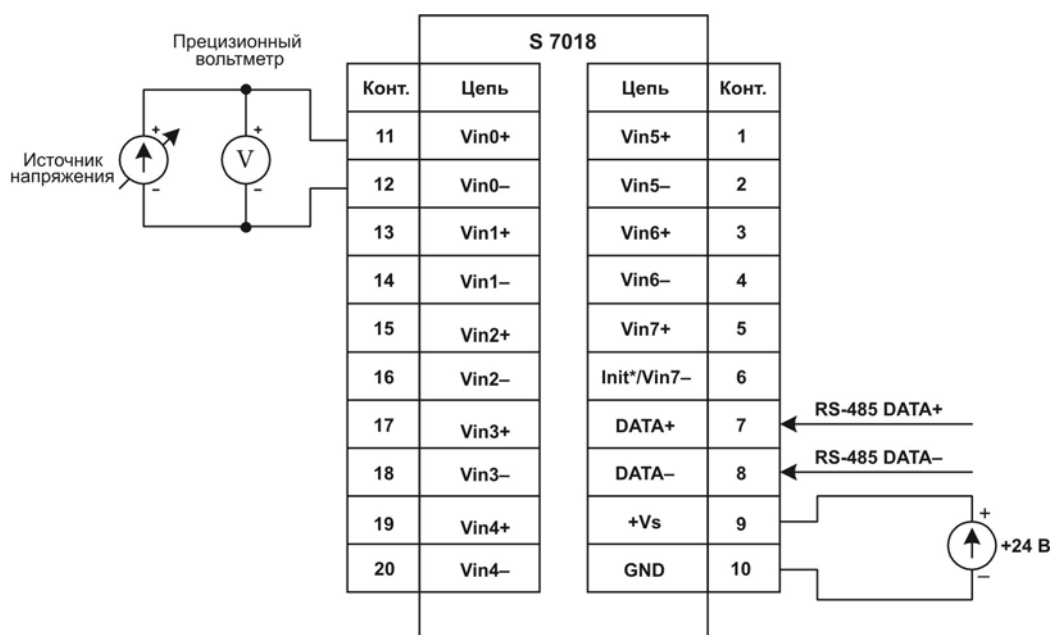

Рис. 22. Схема подключения модуля S7018 для проведения калибровки
1. Произведите подключение модуля в соответствии со схемой, приведенной на рис. 22, подключив источник образцового напряжения ко входу канала 0.